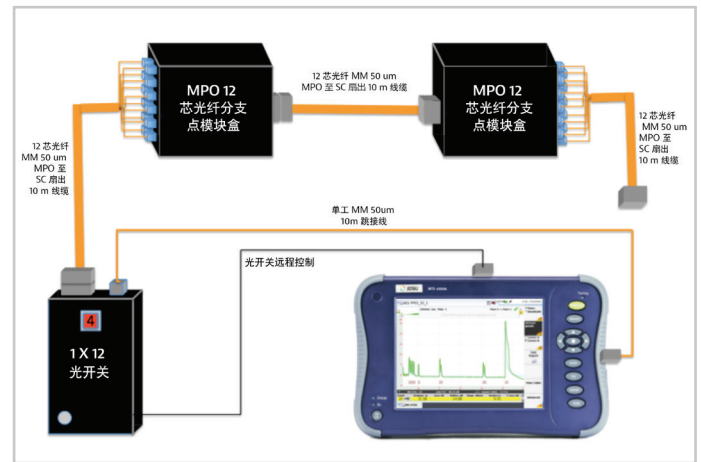

图 7. 高分辨率链路测试的测试设置 (含分支点模块盒)
- b. VIAVI 的 EVO-A 模块为 MTS-8000 (v2) 和 -6000A v2 平台实现了集成的 EF 合规性。这样就不再需要外置 EF 模式调节器，从而简化了技术人员的实施过程，并确保提高 EF 合规性提供的损耗准确性（见本文后面的图 7）。